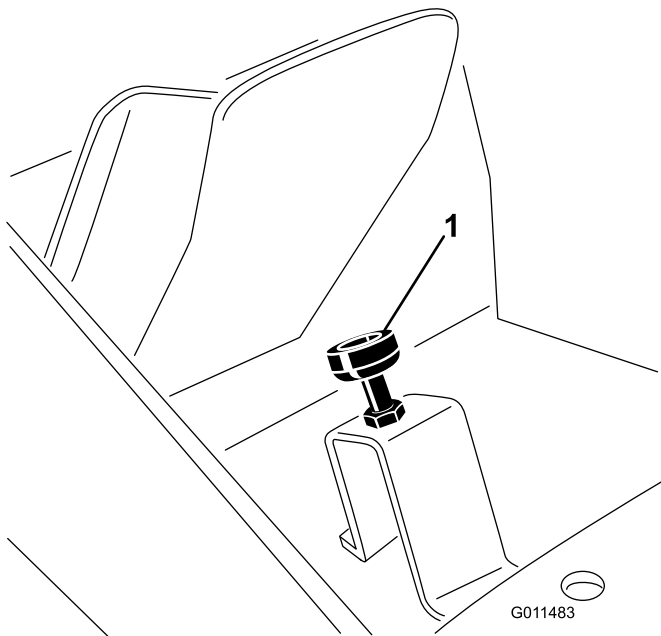

Figure 73
2. Enfoncez la pédale de déplacement sur toute sa course (Figure 73). Les écrous de blocage doivent être desserrés et la butée doit être abaissée pour obtenir la course maximale de la pédale.
3. Relâchez la pédale de déplacement et ajustez la butée d'un demi à un tour supplémentaire pour que la pédale rencontre la butée juste avant d'arriver en bout de course (Figure 73).